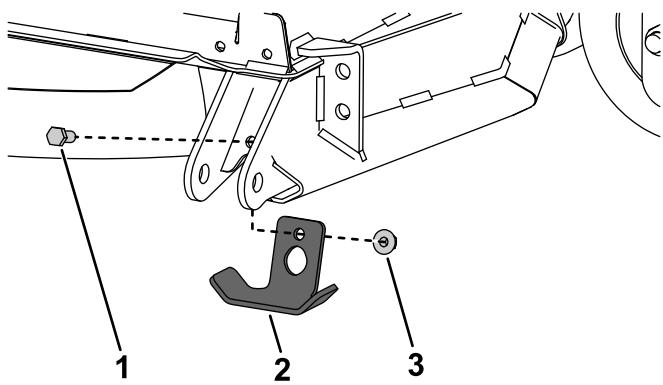

Bild 9
2. Nehmen Sie die Befestigungen ab, mit denen der Unterfahrtschutz am Mähwerk befestigt ist (Bild 9).